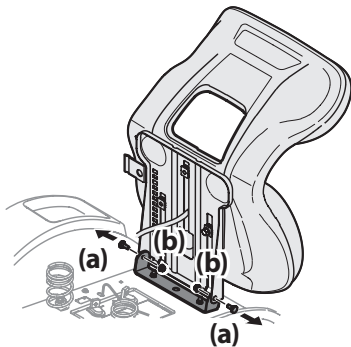

Figura 5
2. Quite los dos tornillos con reborde (a) y las tuercas de seguridad con brida (b) de la bandeja del asiento tal como se muestra en la Figura 5.